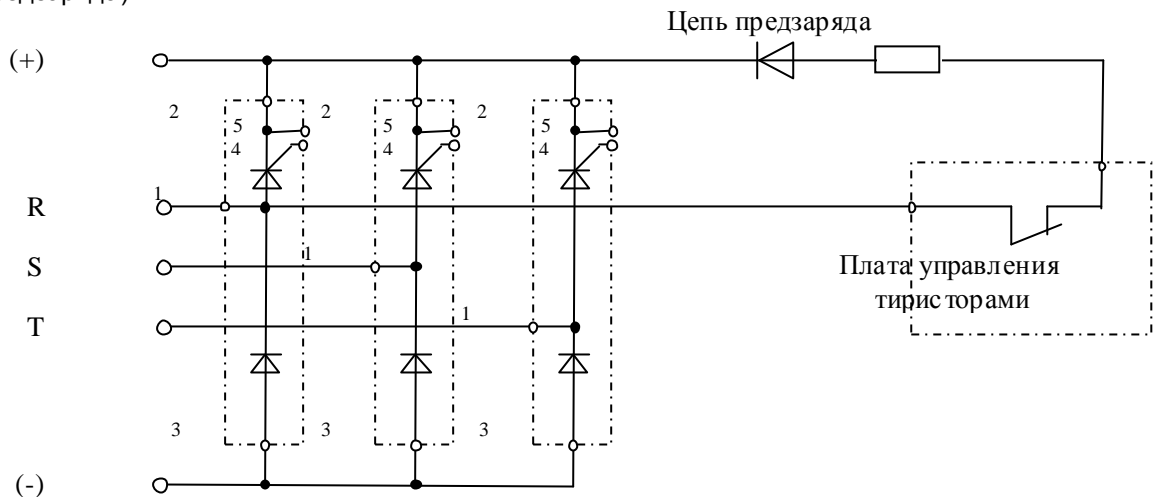

Рис.4.5.
- 4.7.2. Электрическая принципиальная схема входных диодно-тиристорных модулей приведена на рис.4.5. (на схеме также показаны внешние силовые клеммы ПЧ и цепь предзаряда).